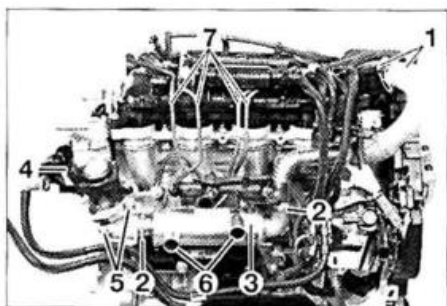

FIG. 25
- Desmontar el filtro de aire (9) y el soporte (10).
- Desmontar los tornillos de fijación (1) del conducto del intercambiador térmico EGR (fig. 25) (vista del motor desmontado para mayor claridad).
- Desmontar las abrazaderas de fijación (2) del intercambiador térmico EGR.
- Separar el intercambiador térmico EGR (3).
- Sacar el conector eléctrico (4).
- Desmontar los dos tornillos de fijación (5).
- el intercambiador EGR (3) después de haber desconectado los manguitos (6) (fig. 25).
- Desmontar los tornillos de fijación (1) de la conducción del intercambiador térmico EGR (fig. 25).
- Desmontar el resonador (3).
- Desmontar los tornillos de fijación (4) del portacables.
- el conjunto del cableado (5).
- el intercambiador EGR (3) después de desconectar los manguitos (6) (fig. 25).
- las tuberías de sobrante de combustible (7).
- la tapa de culata (8) y taponar el taladro obtenido (útil PSA ref. 194-T1).
- las tuberías de alta presión de los inyectores (7) (fig. 25).